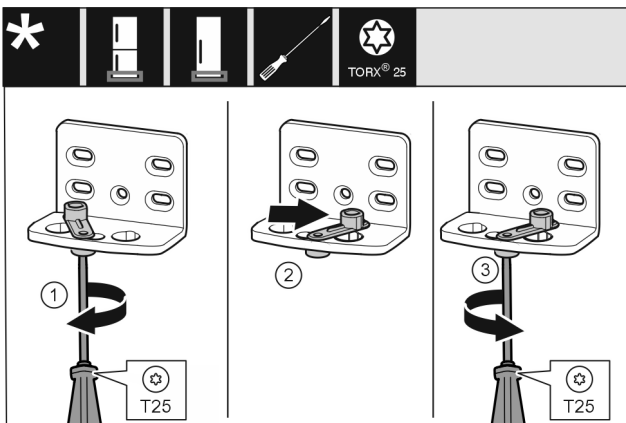

Fig. 13
- ▶ Visser sans serrer la vis Fig. 13 (1) avec un tournevis.
- ▶ Soulever l'aide à la fermeture de la porte Fig. 13 (2) et la tourner à 90° vers la droite dans l'alésage.
- ▶ Serrer la vis Fig. 13 (3) avec un tournevis.